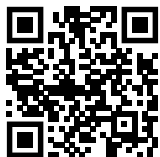

Fig. 62
- Ouvrez le Liebherr SmartMonitoring Dashboard. (voir Fig. 62).